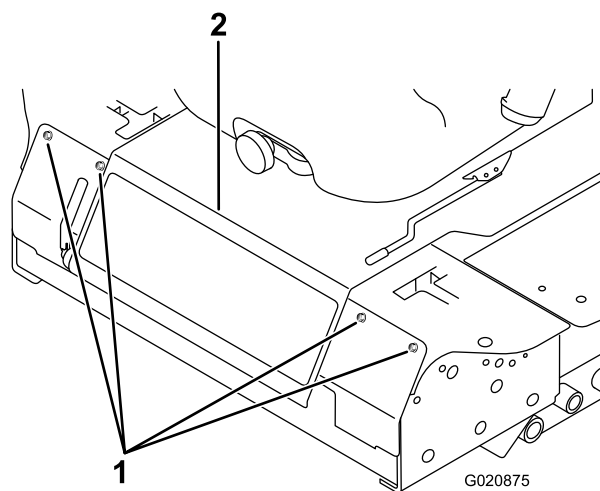

Figura 86
3. Togliete i bulloni che fissano il pannello anteriore, e rimuovete il pannello (Figura 86).